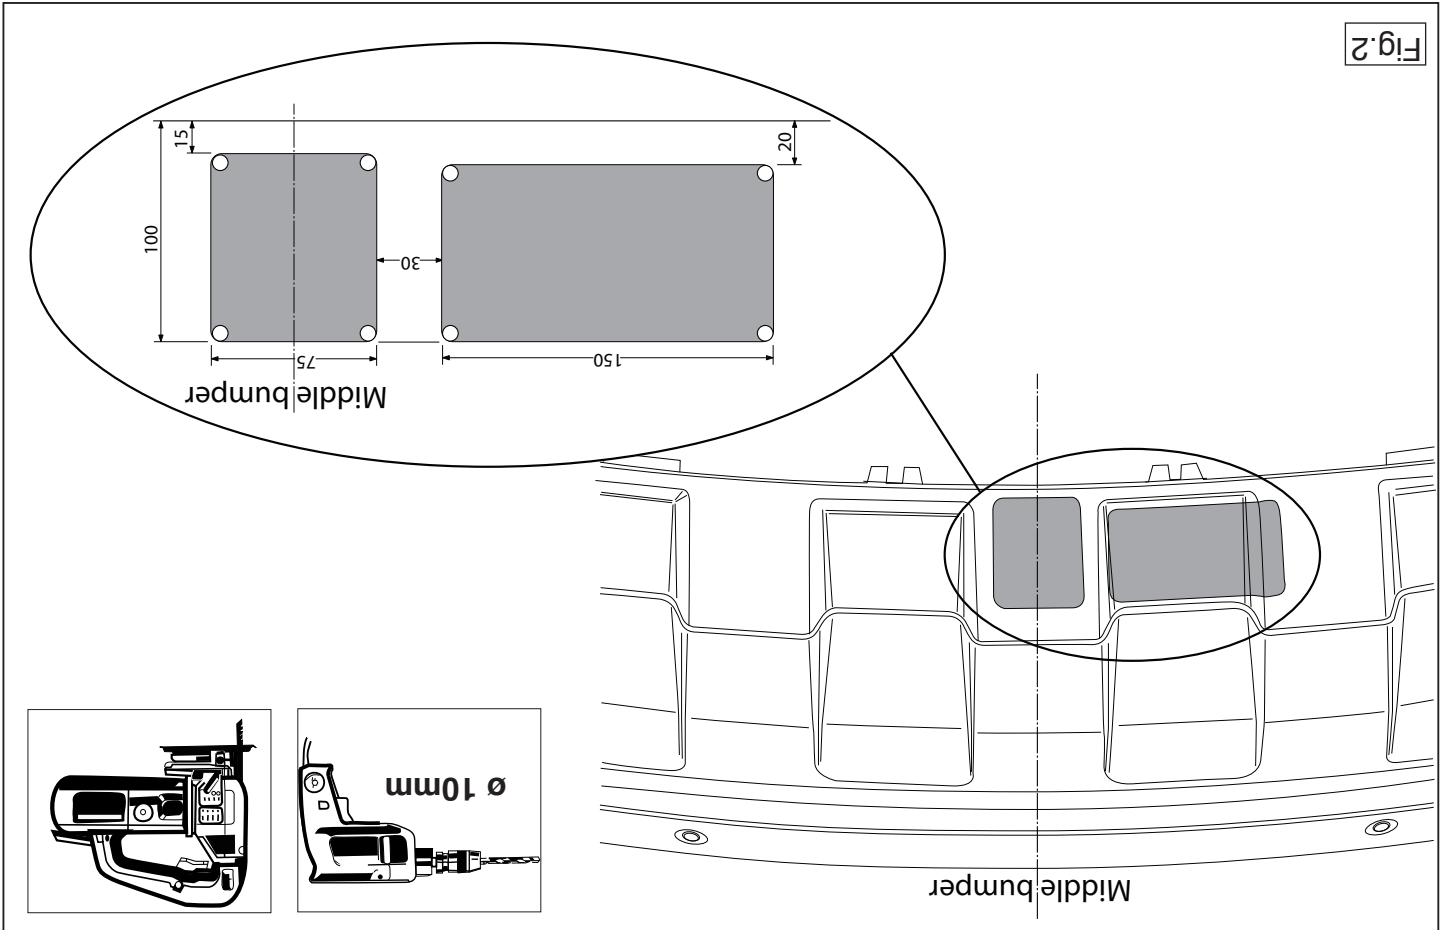

Fig.2
4. Säv en del ud at kofangeren midt på undersiden jf. fig. 2.